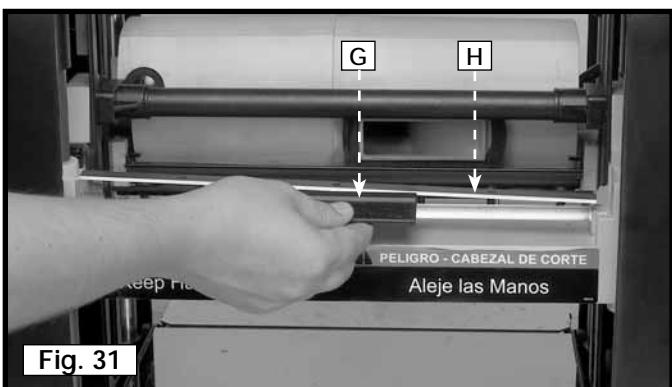

Fig. 31
7. Introduzca la herramienta de transferencia de cuchillas (G), Fig. 31, debajo del centro de la cuchilla. Levante la herramienta de transferencia de cuchillas hasta que la cuchilla (H) se separe de los pasadores, tire hacia afuera y quite la cuchilla de la manera que se muestra en la ilustración.